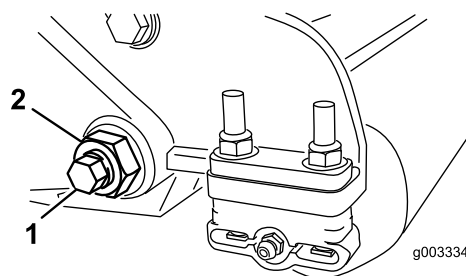

図 25
3. ベッドバー・ボルト【図 25】を固定しているロックナット機体両側をゆるめる。
4. 各ベッドバー・ボルトを抜いて、ベッドバーを下に引き抜いて外す【図 25】。